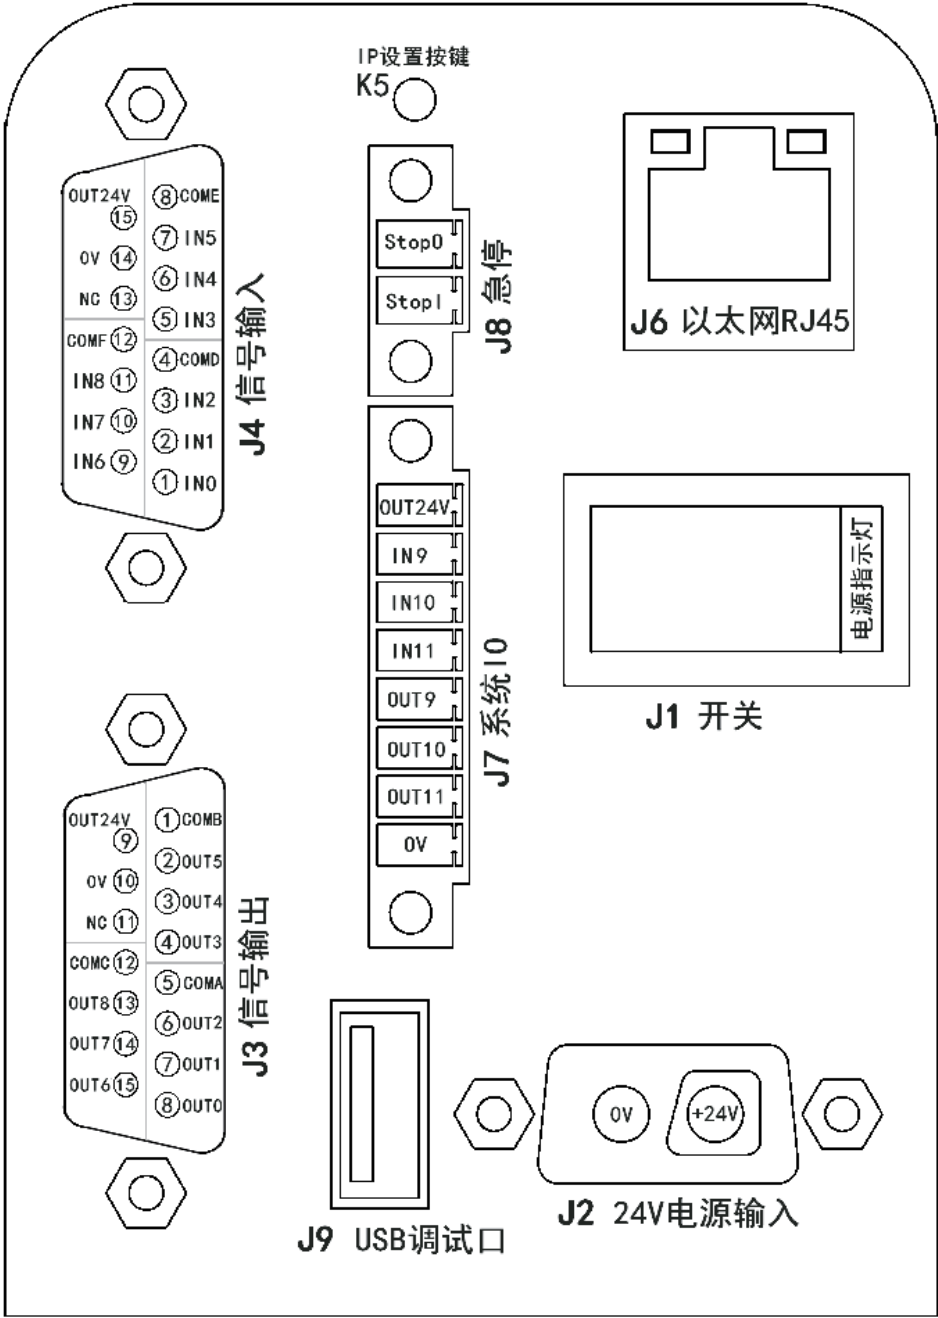

图 1
1. A处底座接口总示意图（图1所示）
3. 图1中J3、J4接口内部电路设计 (图2所示)